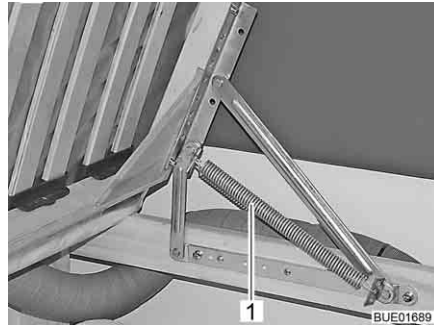

Bild 80 Festes Bett
- Lattenrost anheben. Die Federn (Bild 80,1) halten den Lattenrost in geöffneter Stellung.